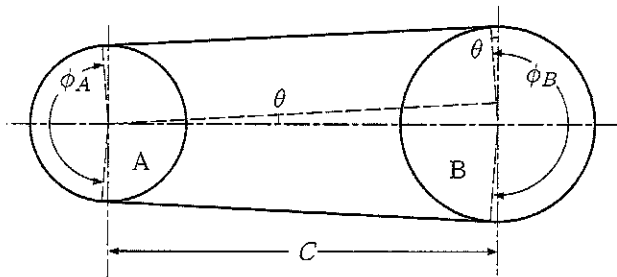

図 2
- (2) 図 2 のように平行掛けベルト伝動装置の原車 A が回転速度  $N_A = 1250 \text{ min}^{-1}$  で滑りがなく従車 B を駆動しているときのベルト速度  $v$  [m/s] を計算し、最も近い値を下記の [数値群] の中から選び、その番号を解答用紙の解答欄【B】にマークせよ。